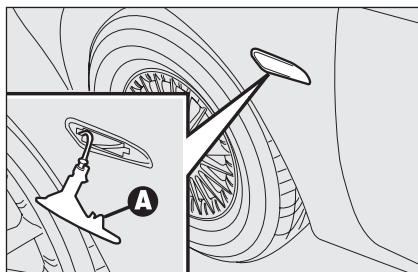

fig. 30
- ☐ empuje la parte transparente en el sentido contrario a la dirección de marcha del coche, de forma que se comprima el gancho de fijación **A-fig. 30**. Suelte la parte anterior y saque el grupo;
- ☐ vuelva a montar el portalámparas **B** en la parte transparente **C** y coloque el grupo hasta oír el "clic" de bloqueo del gancho de fijación **A-fig. 30**.